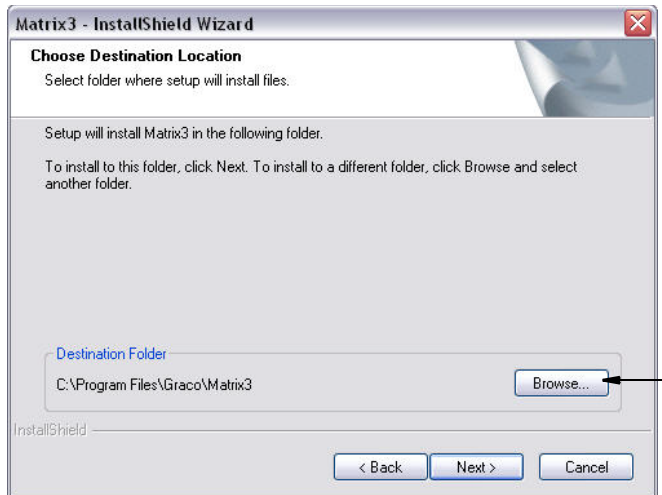

FIG. 6
7. Elija la ubicación de destino. La predeterminada es C:\Archivos de programa\Graco\Matrix 3. Haga clic en el botón Examinar, que se representa en la FIG. 6, para seleccionar una ubicación diferente.